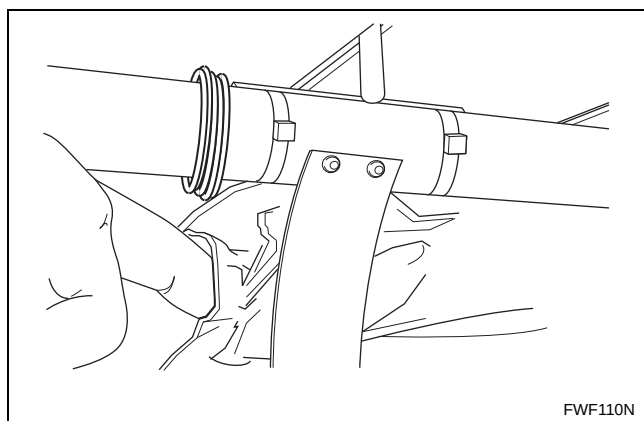
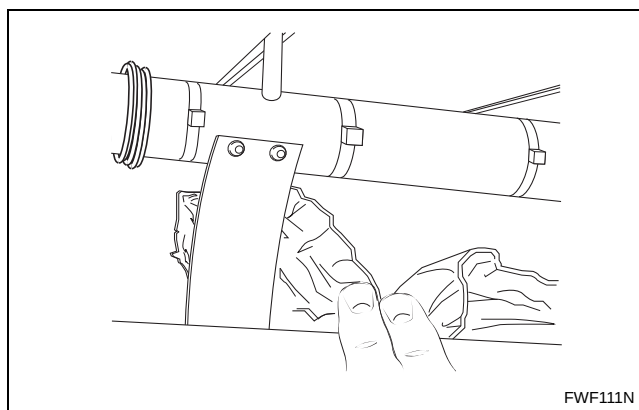
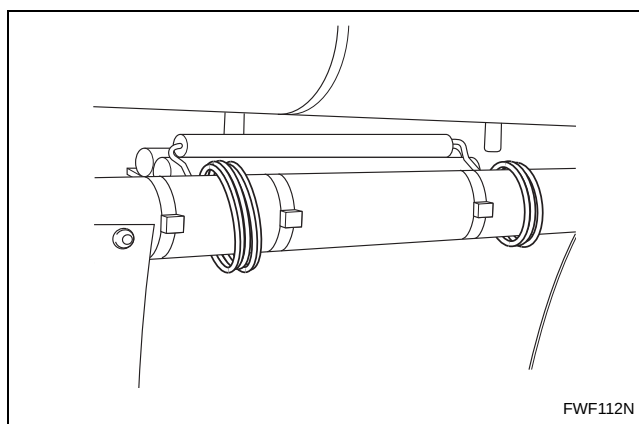

Figura 13
Figura 14
Figura 15
- b. Remova o papel protector com a mão. Seja especialmente cuidadoso em torno da lâmina divisora e do sensor de temperatura. Consulte a *Figura 13*, *Figura 14* e a *Figura 15*.